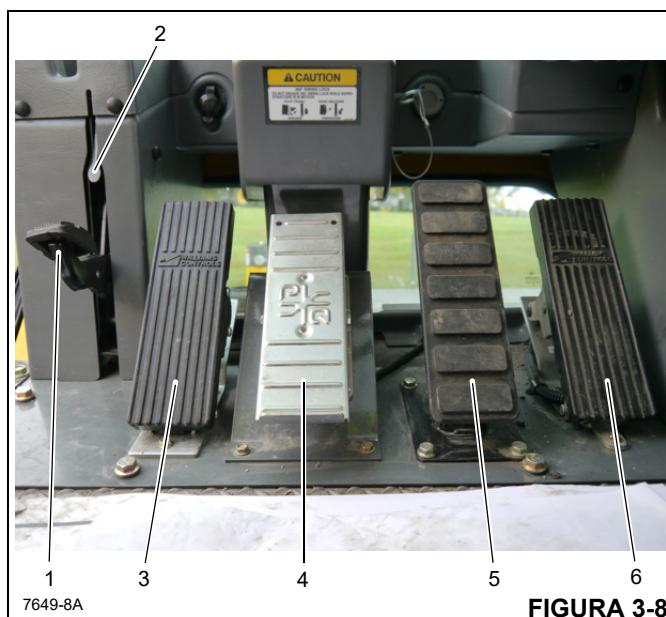

FIGURA 3-8
El pedal del bloqueo de giro en 360° (1) (Figura 3-8) se encuentra en el lado izquierdo del piso de la cabina. El pedal activa el sistema de bloqueo de giro para evitar que la superestructura gire. Para soltar el bloqueo de giro, tire de la palanca de soltado del bloqueo de giro de 360° (2) hacia arriba.
El pedal del freno de giro (3) (Figura 3-8) se encuentra en el lado izquierdo del piso de la cabina. Esto acciona el freno de giro para disminuir la velocidad del movimiento de giro o detenerlo. El frenado aumenta o disminuye proporcionalmente, según la presión aplicada al pedal.
El pedal de control de telescopización (4) (Figura 3-8) se encuentra en la parte central del piso de la cabina. Presione la parte superior del pedal para extender la pluma. Presione la parte inferior del pedal para retraer la pluma.
El pedal de frenos de servicio (5) (Figura 3-8) es el segundo pedal contado desde la derecha en el piso de la cabina. Pisa el pedal para controlar la aplicación de los frenos de servicio.
El pedal del acelerador (6) (Figura 3-8) se encuentra en el lado derecho del piso de la cabina. Controla la aceleración del motor, la cual aumenta o disminuye proporcionalmente según la presión aplicada al pedal. El pedal está conectado por medios eléctricos al módulo de control de la superestructura, el cual envía una señal a la unidad de control del motor por vía del enlace de datos J1939.